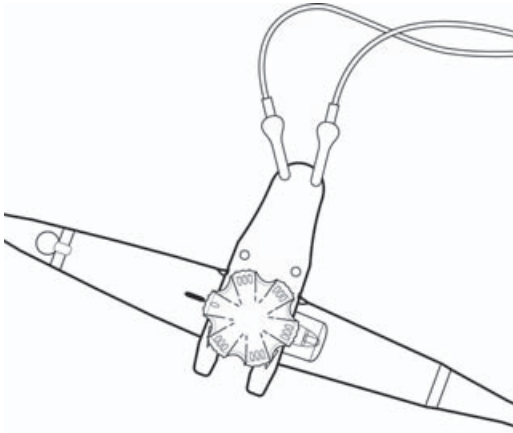

Figura 7 Collegamento dello strumento per test di foratura
- b Collegare i conduttori rossi allo strumento per test di foratura come illustrato nella **Figura 7**.